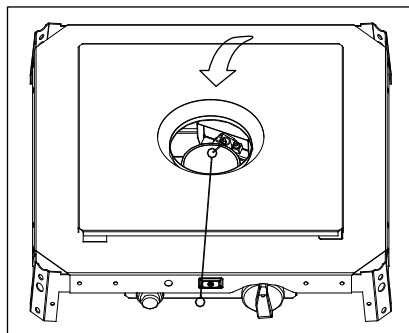

Figura 3
- Como usted está desapretando el botón de control, coloque el encendedor de tallo largo (no incluido) a través del agujero en el panel de control para encender la llama piloto. (Figura 3).